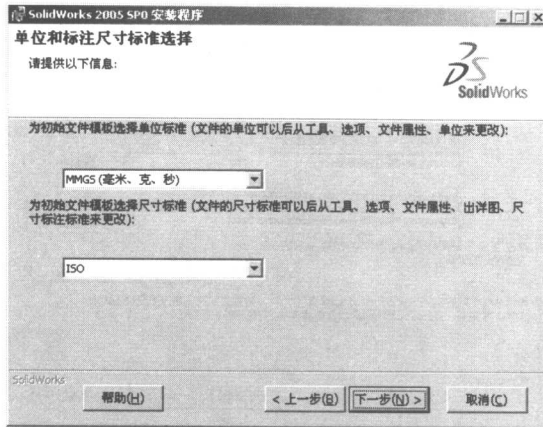

图 1-6
6. 选择默认单位和尺寸标准，单击（下一步）按钮，如图 1-6 所示。